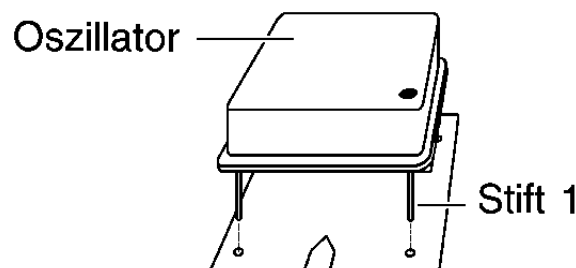

Abbildung 4-6. Einbauen eines Oszillators
4. Setzen Sie den Oszillator in dieser Ausrichtung auf den Sockel auf (siehe Abbildung 4-6).